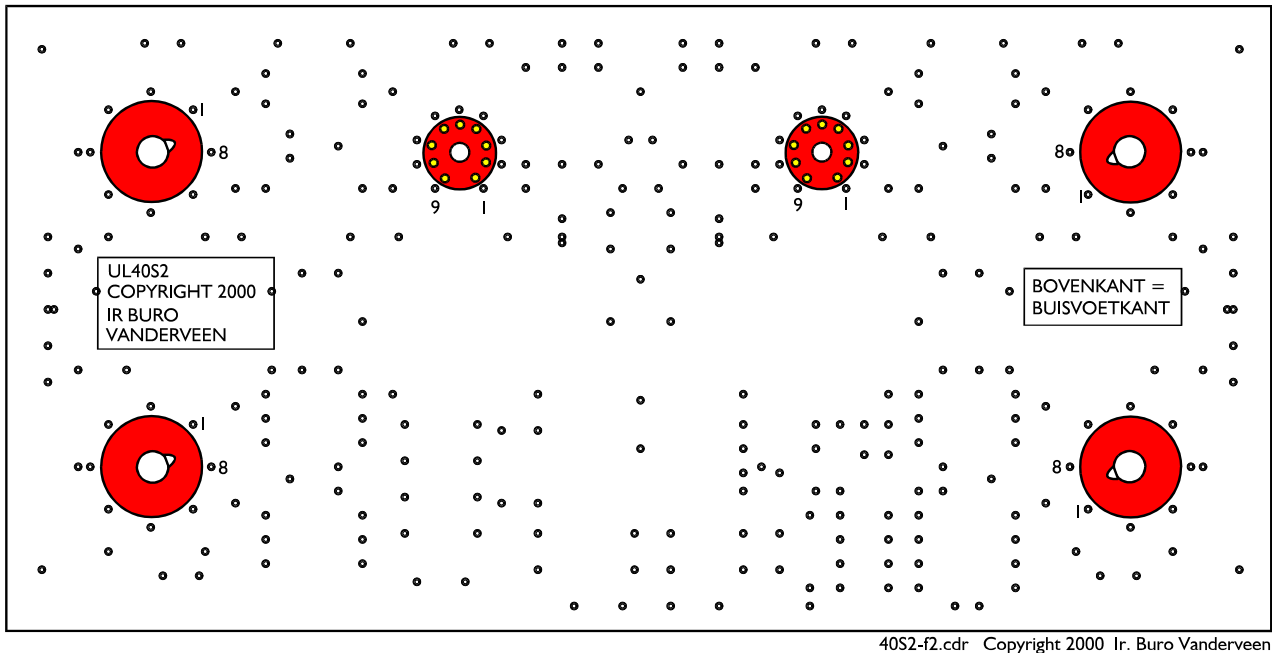

Figuur 1
2. Druk aan de **componentenkant** de 22 soldeeroogjes met een punttang door de gaatjes en richt ze zo uit dat de oogjes in de lengterichting evenwijdig lopen met de meest nabijgelegen zijkant van de printplaat. In figuur 1 is duidelijk aangegeven hoe de printoogjes gericht moeten staan. Soldeer ze vast. (Voor een mooie vlakke soldeerverbinding moeten de pennetjes aan de soldeerzijde, voorafgaande aan het solderen, met behulp van een mesje naar weerszijden vlak tegen de printbaan gedrukt worden. Daarna solderen. Deze wijze van monteren zorgt voor een fraaie trekvlaste verbinding, en voorkomt ook dat de scherpe puntjes van de soldeerogen te vlak bij de geleidende onderlaag van de kast komen [waardoor eventueel hoogspanningsdoorslag zou kunnen optreden]).